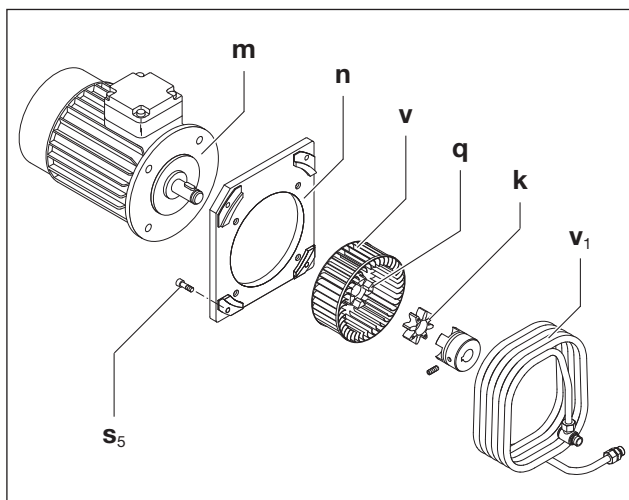

Fig. 6 Koppling
Kopplingskuggkransen (fig. 6/k) kan utsättas för förslitning och måste kontrolleras regelbundet (1 x per år). Vid samma tillfälle ska kylslangen (fig. 6/v1) rengöras genom utblåsning.
För att kontrollera kopplingen, stäng av motorn (fig. 6/m) och säkra den mot återpåkoppling. Lossa på skruvarna (fig. 6/s5) vid motorflänsen (fig. 6/n). Ta av motorn med kopplingshalvan på motorsidan (fig. 6/q) och motorflänsen (fig. 6/n) axialt och häng upp med ett lyftdon. Om kuggkransen (fig. 6/k) är skadad eller utsliten ska den bytas ut. Fläkten (fig. 6/v) ska också kontrolleras regelbundet avseende skador och vid behov bytas ut.
**Om enheten startas ofta och omgivningstemperaturen är hög förkortas kuggkransens livslängd (fig. 6/k).**